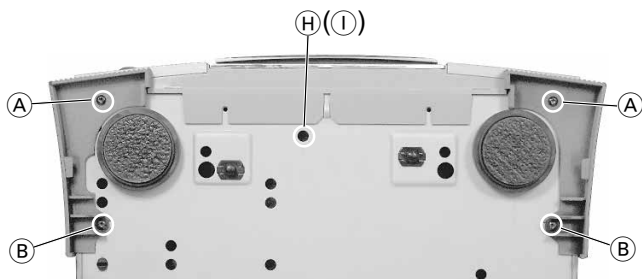
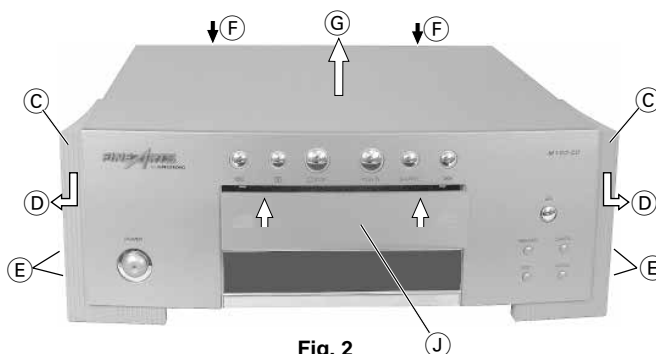

Fig. 1
Fig. 2
- 2 Schrauben (A) und 2 Schrauben (B) herausdrehen (Fig. 1).
- Seitenteile (C) in Pfeilrichtung (D) schieben und abnehmen.
2. Gehäuseoberteil abnehmen, Fig. 2
- 4 Schrauben (E) und 2 Schrauben (F) (Rückseite) herausdrehen.
- Drücken Sie die beiden Gehäuseseiten etwas nach außen und nehmen Sie das Oberteil in Pfeilrichtung (G) ab.
- Durch die Bodenöffnung (H) (Fig. 1) das Antriebsrad (I) (Fig. 7) mit einem Schraubendreher gegen den Uhrzeigersinn solange drehen, bis die Schublade 1cm ausgefahren ist. Die Schublade kann nun nach außen gezogen werden.
- Schubladenabdeckung mit Aluabdeckung (J) nach oben abziehen (Fig. 2).
- Undo 2 screws (A) and 2 screws (B) (Fig. 1).
- Move the side parts (C) in the direction of arrow (D) (Fig. 2) and remove them.
2. Removing the top of the cabinet, Fig. 2
- Undo 4 screws (E) and 2 screws (F) (on the rear).
- Push the two sides of the cabinet apart by a small amount and remove the top of the cabinet in the direction of arrow (G).
- Insert a screw driver into bottom hole (H) (Fig. 1) and turn the driving wheel (I) (Fig. 7) counterclockwise until the tray is opened 1cm. The tray can now be pulled out by hand.
- Pull out the front of the tray together with the aluminium plate (J) (Fig. 2) towards the top.